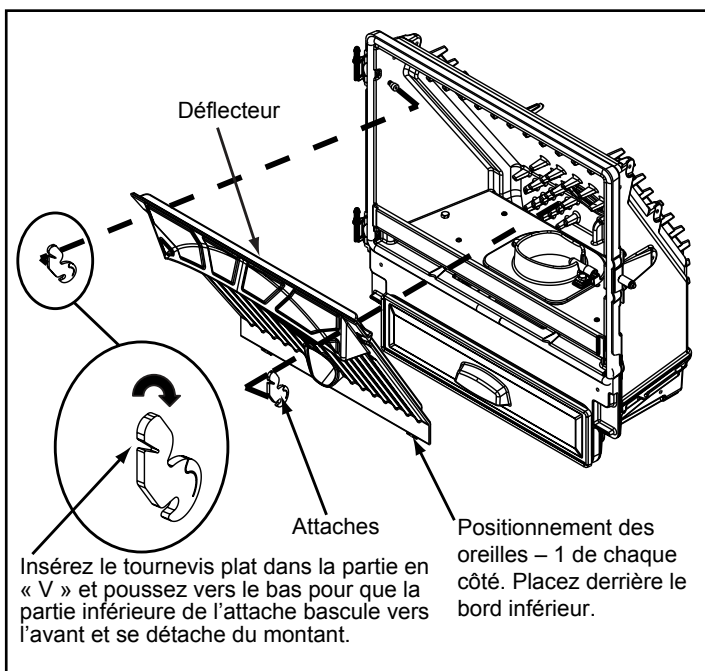

Figure 28.2
- Enlevez le déflecteur en introduisant un tournevis plat dans la fente des attaches des angles supérieurs et poussez vers le bas. La partie inférieure de l'attache s'avance et se détache du montant. Soulevez le déflecteur, puis amenez-le vers vous. **Figure 28.2.**